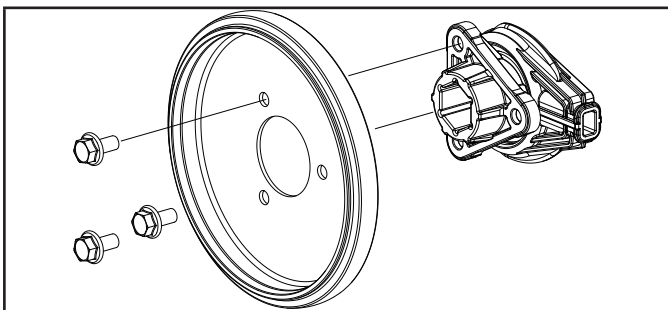

Figure 46
5. Touchez l'extrémité de l'arbre pour déloger le roulement à billes du côté droit du cadre. Retirez l'arbre hexagonal en le faisant glisser. Assurez-vous que toutes les pièces montrées sont comptabilisées (fig. 46).